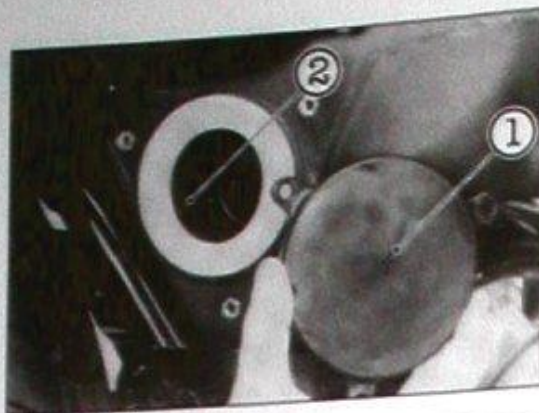

Bild 17
- Drei Befestigungsschrauben ausdrehen (Bild 16), Deckel und Filterelement samt Stützrahmen abnehmen (Bild 17).